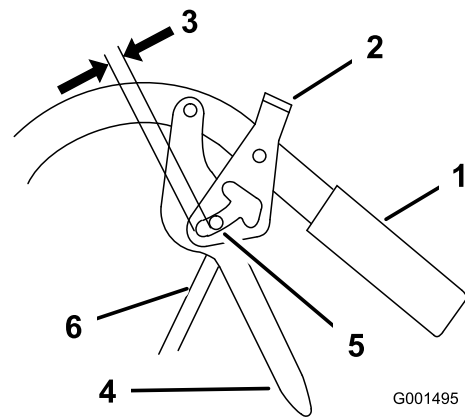

Figura 46
3. Instale la varilla de control en la palanca de avance y el mecanismo de bloqueo de punto muerto/freno de estacionamiento. Sujete la varilla de control con un pasador de horquilla y un pasador de seguridad (Figura 46).
2. Ajuste la longitud de la varilla de control enroscando la varilla en el acoplamiento o desenroscándola, hasta que quede una holgura de 5 a 6 mm (3/16 a 1/4 pulg.) entre la varilla de control y la parte inferior del mecanismo de bloqueo de punto muerto/freno de estacionamiento (Figura 46).